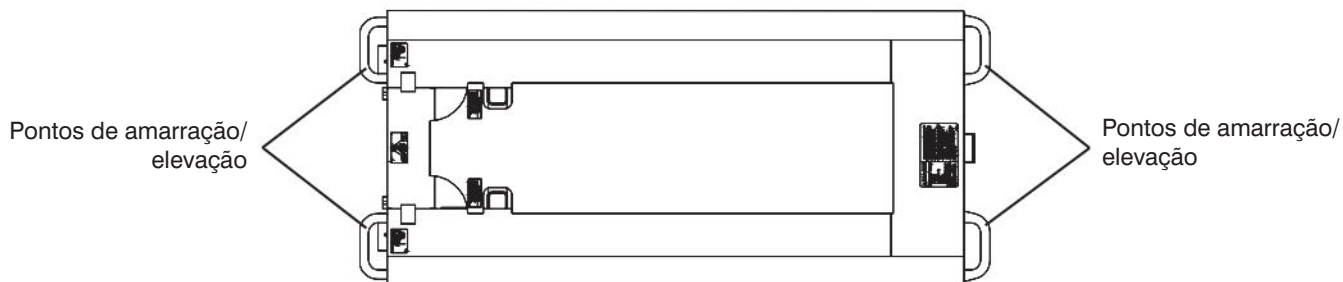

Figura 2-18. Pontos de amarração/elevação
- Os apetrechos de elevação/amarração podem ser amarrados aos quatro pontos de elevação como mostrado na Figura 2-18.
**Durante o transporte, a plataforma aérea deve ser fixada ao caminhão ou à plataforma do reboque. Os pontos de amarração disponíveis estão mostrados na Figura 2-18.**